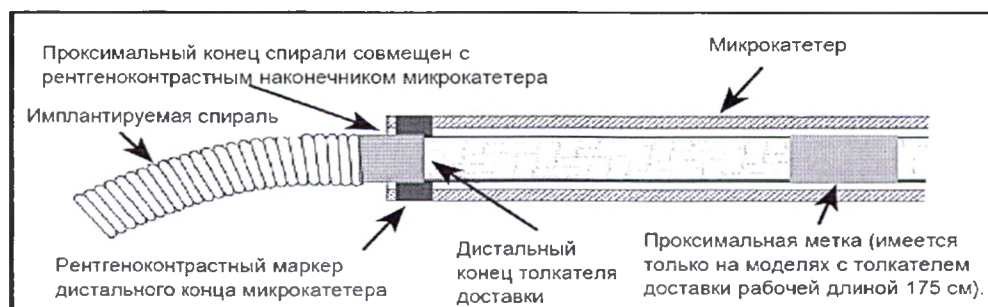

Рисунок 4 – Положение лент маркера для отсоединения
25. Продвигайте спираль в желаемое место до тех пор, пока рентгеноконтрастный маркер на толкателе доставки не будет совмещен или будет располагаться немного дальше рентгеноконтрастного маркера дистального наконечника микрокатетера, разместив зону отсоединения сразу же за пределами конца микрокатетера. См. Рисунок 4.